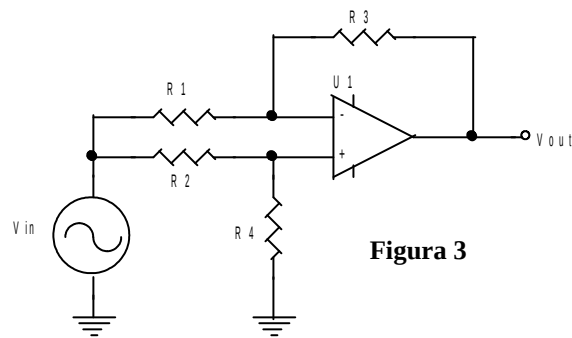
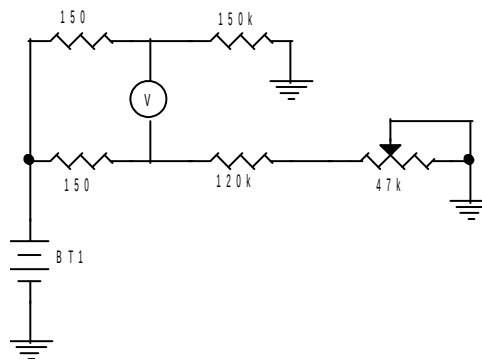

Figura 3
Figura 4
Objetivo: Estimar el CMRR de un amplificador operacional ($CMRR_{U1}$) a partir del circuito de la Figura 3.
- Preparación: Demostrar en el preinforme la relación que deben cumplir las resistencias del circuito de la Figura 3, para que el CMRR del amplificador operacional ($CMRR_{U1}$) resulte igual al del amplificador diferencial completo ($CMRR_T$).
- Aplicando el resultado anterior es posible entonces utilizar el circuito de la Figura 3 para medir indirectamente el $CMRR_{U1}$. Es decir que $CMRR_{U1} = (R_3/R_1)/A_{Ct}$, siendo $A_{Ct} = V_{out}/V_{in}$ (@ $V_{in} = V_{in1} = V_{in2}$), la ganancia en modo común total del circuito de la Figura 3. ¿Para qué rango de frecuencia es válido asumir que la ganancia diferencial del circuito es R_3/R_1 , si R3 y R1 valen respectivamente 150 kΩ y 150 Ω como se indica en la Figura 4?
- De manera de ajustar las resistencias para que se cumpla la relación hallada en la sección anterior, se hará una de ellas variable colocando un preset en serie según el ejemplo de la Figura 4.
- Se equilibrará el puente resultante y posteriormente se armará el circuito definitivo (Figura 3).